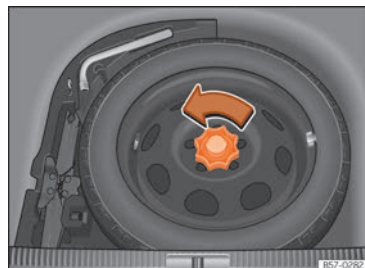

Fig. 310 Rueda de emergencia: piso de carga alzado.
- Gire la ruedecilla en sentido contrario a las agujas del reloj »» **fig. 310**.